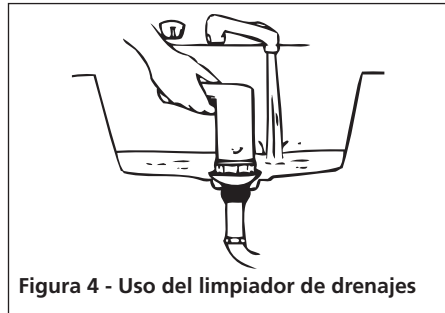

Figura 4 - Uso del limpiador de drenajes
9. Con agua en la abertura de drenaje, presione el limpiador de drenajes firmemente dentro de la abertura, presione y suelte rápidamente el gatillo de la pistola (vea la figura 4).